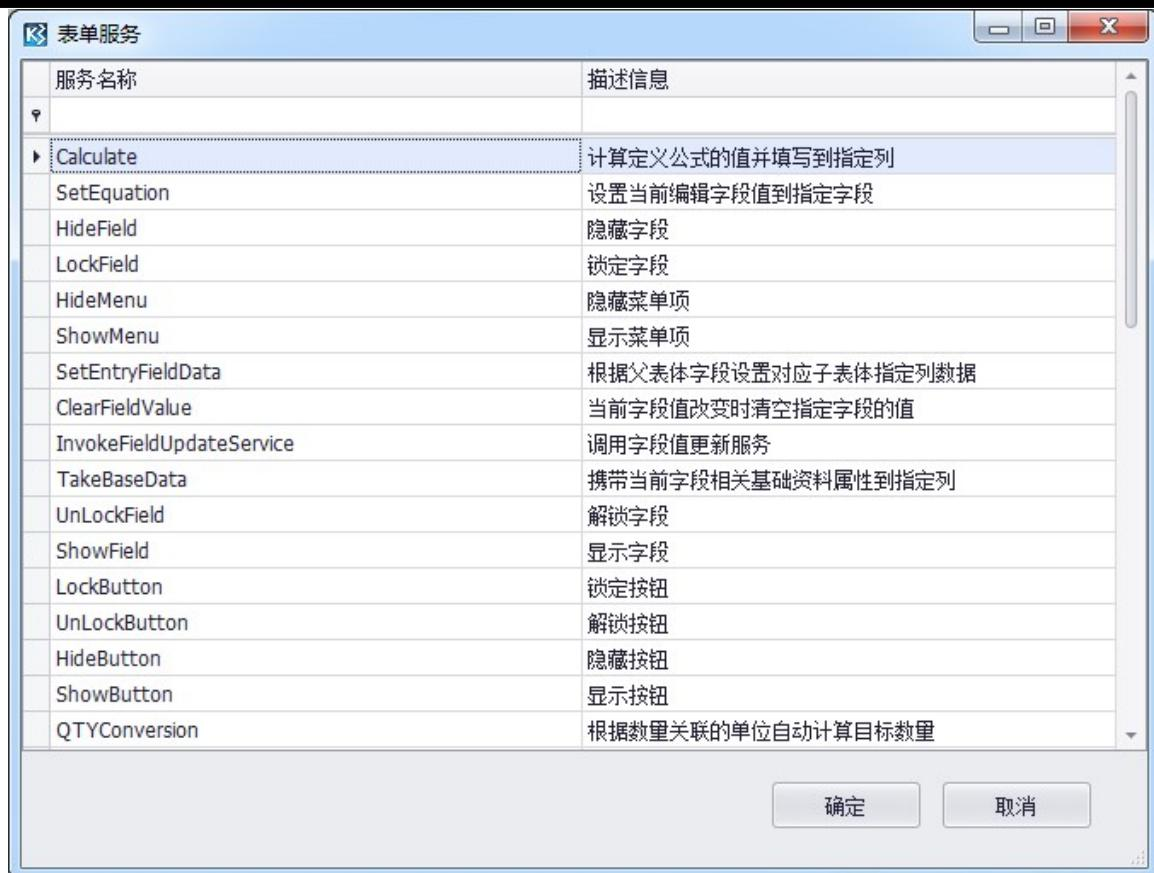
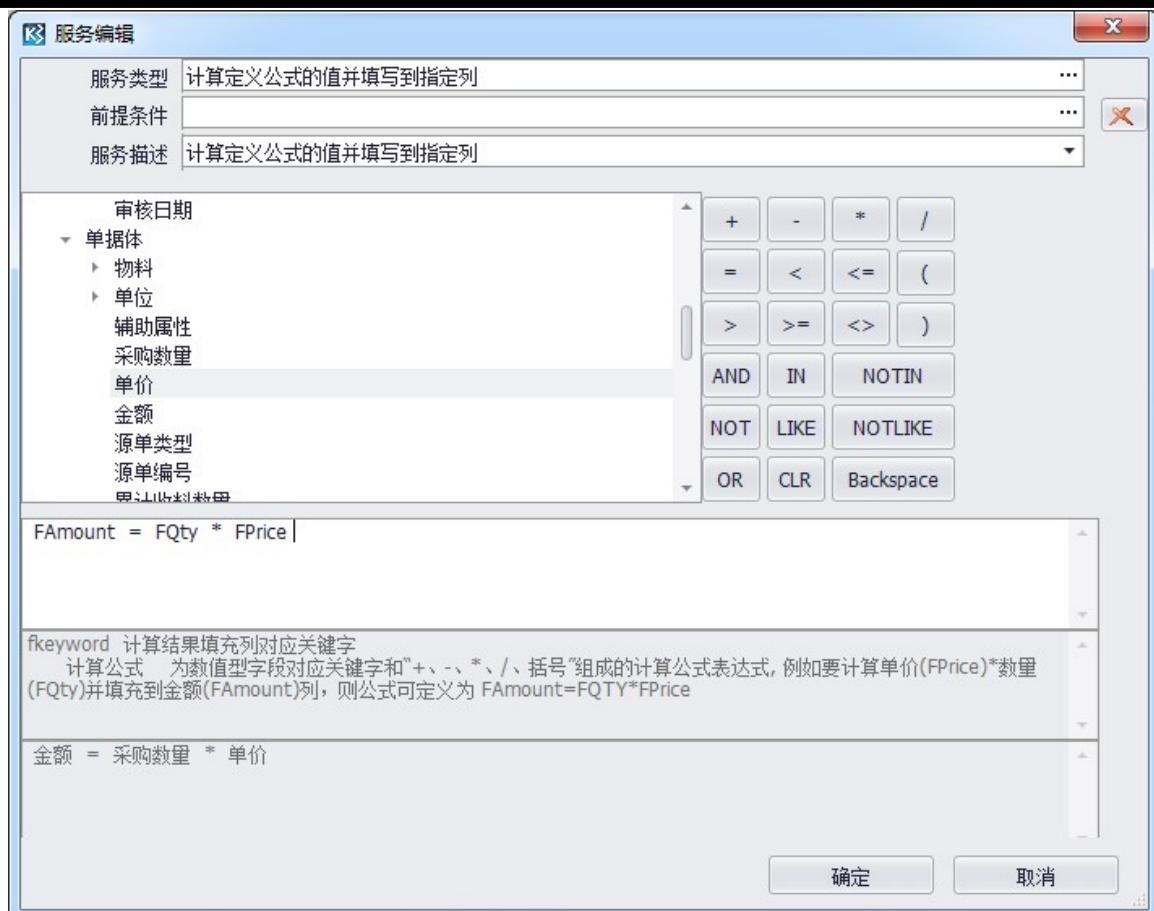

图 5-4-4 表单服务选择界面
图 5-4-5 事件处理过程定义
3、点击服务类型，打开表单服务界面，此界面包含系统预设的服务类型，这里我们选择计算公式的值并填写到指定的列，如图 5-4-4 所示。在此窗体中选择服务后点击确定按钮，返回到服务编辑界面，设置对应的计算关系 “[单据体 金额]=[单据体 采购数量]-[单据体 单价]”，设置方式是在单据字段列表中找到金额字段后鼠标双击，字段 ID 出现在下方的公式栏内，点击右侧的运算符号“=”，再双击采购数量，点击运算符号“*”，然后再双击单价，如图 5-4-5 所示。点击确定按钮完成编辑。